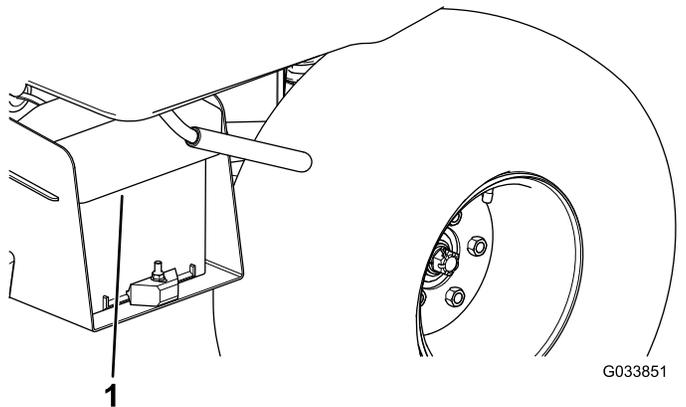

図 4
1. バッテリーカバーを握り込んで、タブをバッテリーベースから外す 図 4。
2. バッテリーベースからバッテリーを取り外す 図 4。
6. バッテリーベースにバッテリーカバーを合わせ 図 4。
7. バッテリーカバーを握り込んで、タブをバッテリーベースに合わせ、力をゆるめるとカバーがセットされる 図 4。